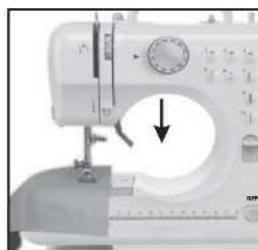

Abb.8
3. Senken Sie den Nähfuß ab (Abb. 8).